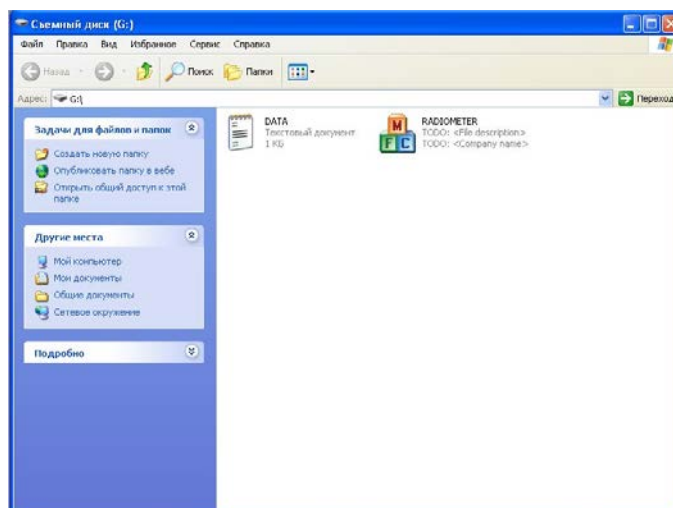

Рис. 6 - Окно монитора с отображением содержания съёмного диска
- через несколько секунд после включения прибора система ПК (**ОС Windows XP и выше**) обнаружит его подключение. В разделе «Мой компьютер» появится новый съемный диск. На экране ПК отобразится окно (см. Рис. 6)
2.7.2.2 Установите дату и время на приборе. Это можно сделать как вручную, так и автоматически нажав кнопку 3 (Рис. 6) «Установить время и дату от ПК». При этом время и дата, установленные на ПК будут установлены в приборе.
2.7.2.3 Выберите необходимый режим измерения («ГАММА», «ДОЗА», «АЛЬФА», «БЕТА» или «ПОИСК»), нажав кнопку 4 (Рис. 6).
2.7.2.4 Для автоматического вычитания фона поставьте галочку в окне 10 (рис. 6). При этом вычитаемое значение будет отображено в окне рядом с галочкой, а измеряемая величина в окне 5 (Рис. 6) станет, равна нулю.
2.7.2.5 Установите необходимый порог сигнализации для выбранного режима измерения в окне 9 (Рис. 6) и нажмите Enter. При этом под аналоговой шкалой справа появится тоже значение, что и в окне 9.